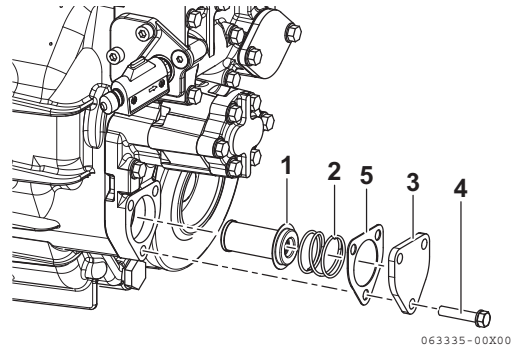

Figura 3
- Retire la tapa lateral (**Figura 3, (3)**) y después el tamiz (**Figura 3, (1)**).
- Mantenga el tamiz en su sitio con el muelle helicoidal (**Figura 3, (2)**) e insértelo en la caja. Coloque una junta tórica nueva (**Figura 3, (5)**) en la tapa lateral.